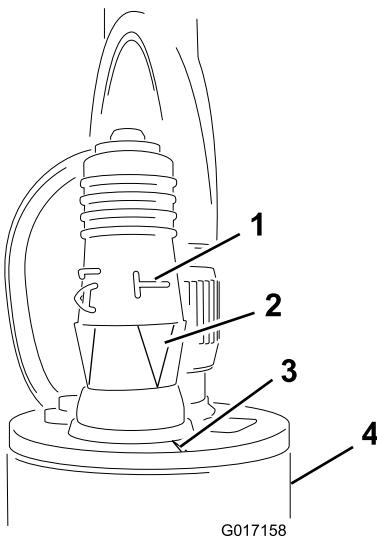

Bild 21
3. Befestigen Sie den Programmierungsstecker am Sensor (Bild 21).
- Wichtig:** Stellen Sie sicher, dass Sie den Pfeil unter dem seitlichen „T“ mit der Kerbe an der oberen Kante des Sensors ausfluchten (Bild 21).